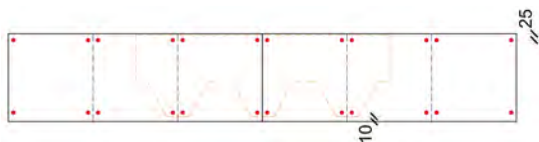

Рис. 12 Схема крепления коньково-карнизной черепицы Döcke PIE на карнизе.
8.2.12 Нижняя кромка гонтов первого ряда должна отступать на 10 мм от нижней кромки карнизной полосы (рис. 12). Гонты ламинированной черепицы Döcke PIE PREMIUM коллекции «Dragon» должны отступать на 10 мм от перегиба карнизной планки, т.к. не требуют применения карнизной черепицы.